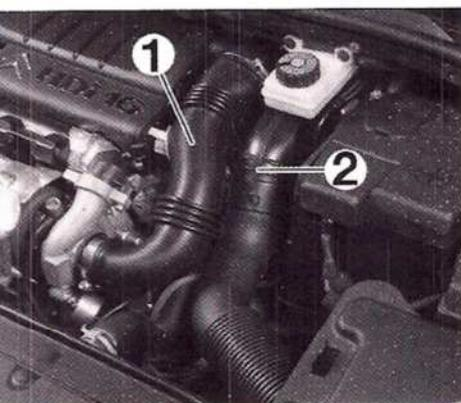

FIG.21
Desmontar los tubos (1) y (2) (Fig.21)